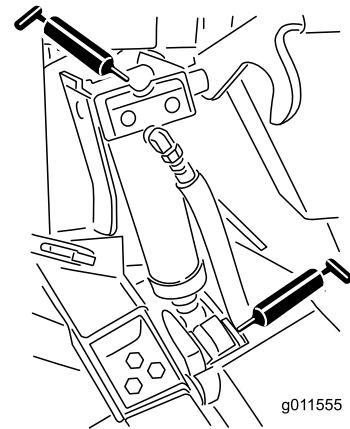

Figura 48
- Casquilhos do cilindro de elevação (4) (Figura 48)